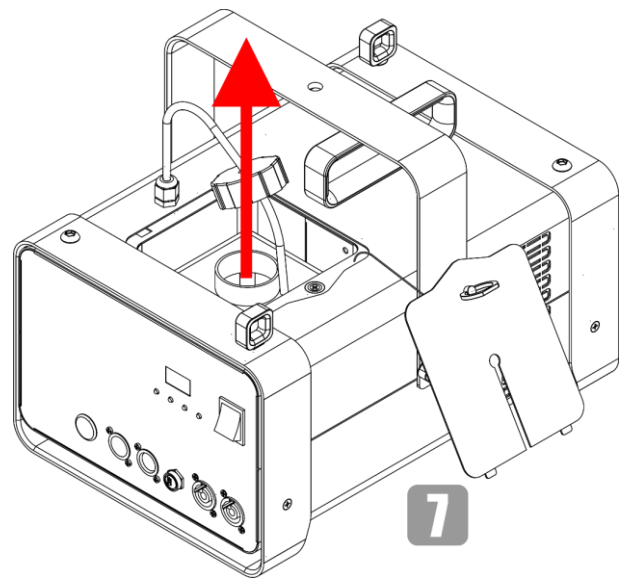

Fig. 26
- 07) Saque el depósito de fluido como se indica en la Fig. 26.